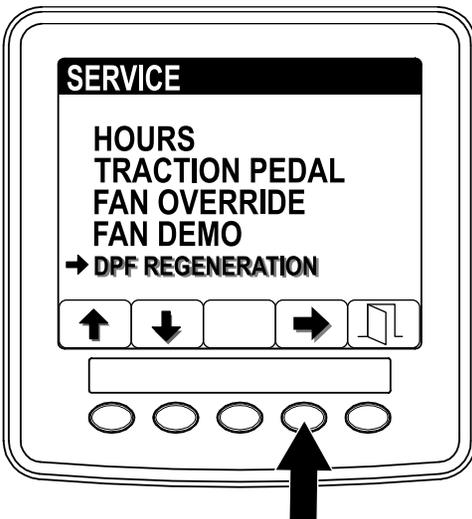

Figure 4
1. Dans le menu Entretien, appuyez sur le bouton 1 ou 2 pour naviguer jusqu'à l'option DPF REGENERATION (régénération du FAP) (Figure 4).
2. Appuyez sur le bouton 4 pour sélectionner l'option DPF Regeneration (Figure 4)